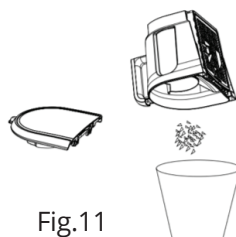

Fig.11
4. Dopo aver svuotato il raccogli-tore di polvere (Fig.11), seguire i passaggi già descritti per il suo riassetaggio.